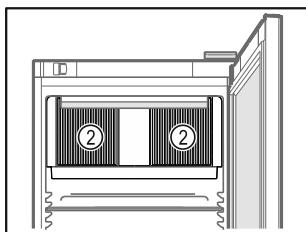

Fig. 76
- ☐ Udržiavajte voľné vetracie štrbiny Fig. 76 (2) cirkulačného ventilátora vo vnútornom priestore.